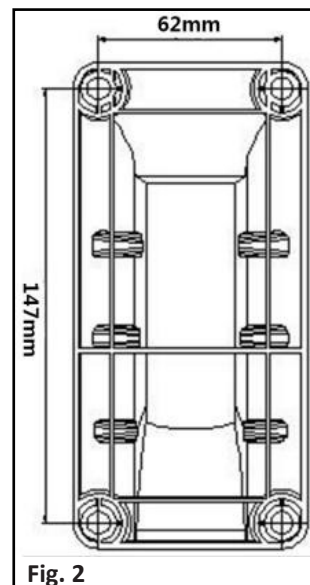

Fig. 2
3. Take the mounting bracket as a template to mark the position for screws and drill four holes on the wall (Fig.2).
3. Prendere la staffa di montaggio come modello per segnare la posizione delle viti e praticare quattro fori sulla parete (Fig. 2).